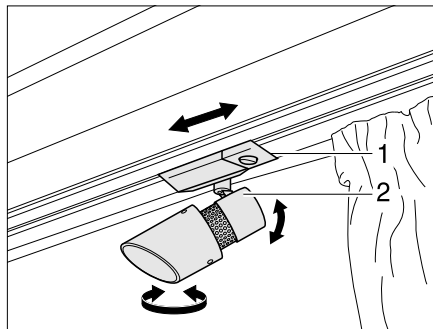

Bild 66 Halogenspotleuchte
- Gehäuse (Bild 66,2) fassen und drehen.
- Halterung (Bild 66,1) fassen.